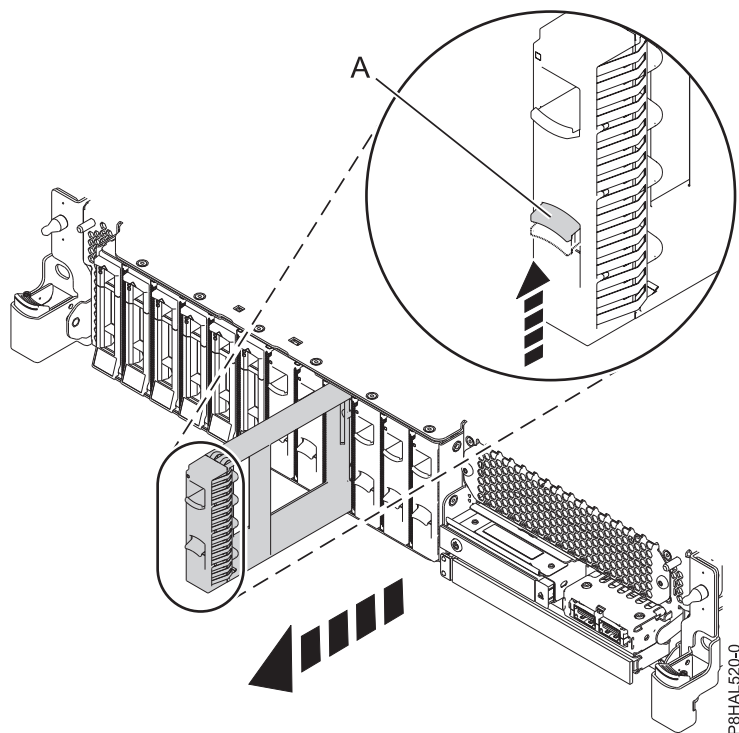

図 39. ディスク・ドライブ・フィラーのシステムからの取り外し
3. フィラーのハンドルのロック **(A)** を、54 ページの図 39 に示されている方向に押します。